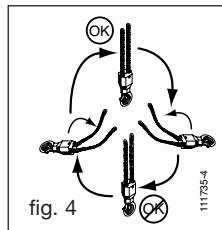

fig. 4
2. Controleer of de hijsketting geen torsies ondergaan heeft bij het plaatsen ervan, met name voor de versies met 2 draden (zie fig.4).